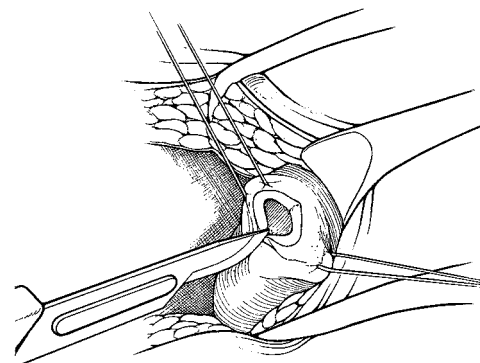

Рисунок 4-4. Рассечение пещеристого тела
6. Сделайте разрез в одном из пещеристых тел (**рисунок 4-4**).